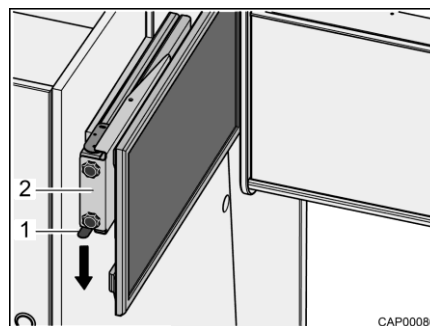

Fig. 47 Extension avec écran plat
- Presser le ressort à cran d'arrêt (Fig. 47,1) vers le bas et extraire l'extension (Fig. 47,2) avec l'écran plat à l'horizontale en direction du centre du véhicule.
- Pousser l'extension (Fig. 47,2) avec l'écran plat à l'horizontale jusqu'en butée. Le ressort à cran d'arrêt (Fig. 47,1) s'enclenche de manière audible.